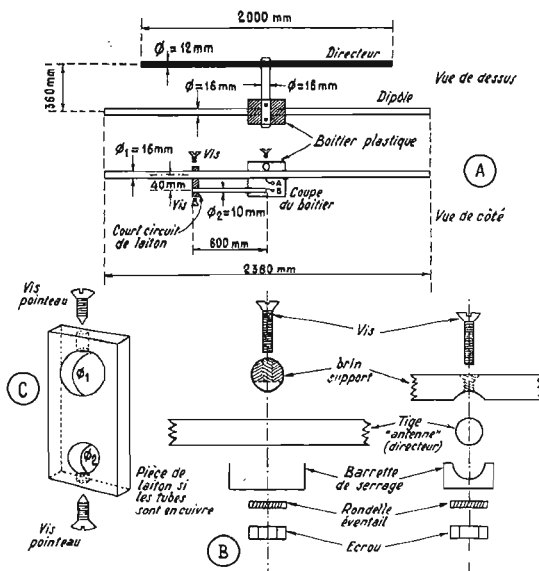
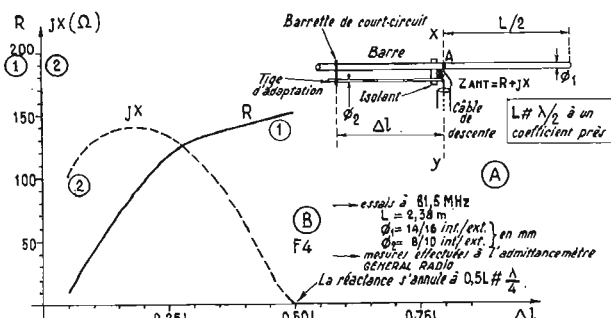

FIG. 2.
FIG. 1 : Variation de l'impédance présentée par une adaptation en « gamma » en fonction de la longueur de la tige.
L'antenne devant attaquer un préamplificateur par principe dissymétrique, afin d'éviter l'emploi d'un balun (1), on fait appel à 1/2 trombonne. Ce système, l'adaptation en « gamma », consiste en une tige parallèle à une moitié seulement du dipôle ; sa longueur peut être variable au moyen d'un court-circuit mobile : voir figure 1 A. Le dipôle est, par ailleurs, d'un seul tenant. La tension captée est disponible entre l'extrémité de la tige ci-dessus et le milieu « électrique » de la barre principale. Comme il est difficile de déterminer l'emplacement du milieu électrique, on se contente de relier la tresse métallique du câble de descente au milieu mécanique de la barre.
le dipôle devient selfique. Ce phénomène inductif devient maximal pour $\Delta l \approx 1/5$ ainsi qu'en témoigne la courbe 2 de la figure 1 B. Le cas est toutefois particulier à la bande de fréquence reçue ($f \approx 61,5$ MHz) et il est possible qu'à une autre gamme de fréquences le brin Δl aurait une longueur différente. Ensuite, pour une longueur plus courte que celle ci-dessus, la réactance apparente décroît très vite ; on s'apercevrait également que la tension captée baisserait aussi très vite. La résistance de rayonnement suit par contre une progression inverse : la courbe 1 montre en effet une
Le résultat de ce raisonnement — compliqué il faut bien l'admettre ! — est consigné figure 2 A : un brin directeur de 2 m situé à 0,36 m du dipôle en gamma de 2,38 m conditionne une réactance nulle dans le canal F4 ; 0,36 m correspond à $0,135 \lambda$ (pour $f_0 = 61,5$ MHz), ce qui s'avère nettement plus court que les 0,2 ou 0,25 λ que préconise habituellement la théorie. Pour obtenir cela, on a réduit la longueur du brin d'adaptation à 0,6 m ce qui fait, pour $L = 2,38$, $\Delta l = 0,25 \lambda$. Sur les courbes de la figure 1 B, on peut remarquer que la composante réactive est assez grande, alors que celle « ohmique » n'est pas encore très faible (120 ohms). Nous verrons qu'associé au brin directeur ce dipôle donne au demeurant une très bonne antenne fort peu réactive.
d'une visserie particulière dont le profilé est identique figure 2 B : le brin « support » est tout d'abord usiné à la lime ronde pour recevoir la tige « antenne » ou le directeur ; on le perce au diamètre de la vis à recevoir. Ensuite on applique une bride de serrage qui, après vissage, bloque les 2 tubes ensemble.
La tige d'adaptation est maintenue à la barre principale du dipôle au moyen d'une pièce de laiton usinée comme l'indique la figure 2 C ; les vis pointeaux